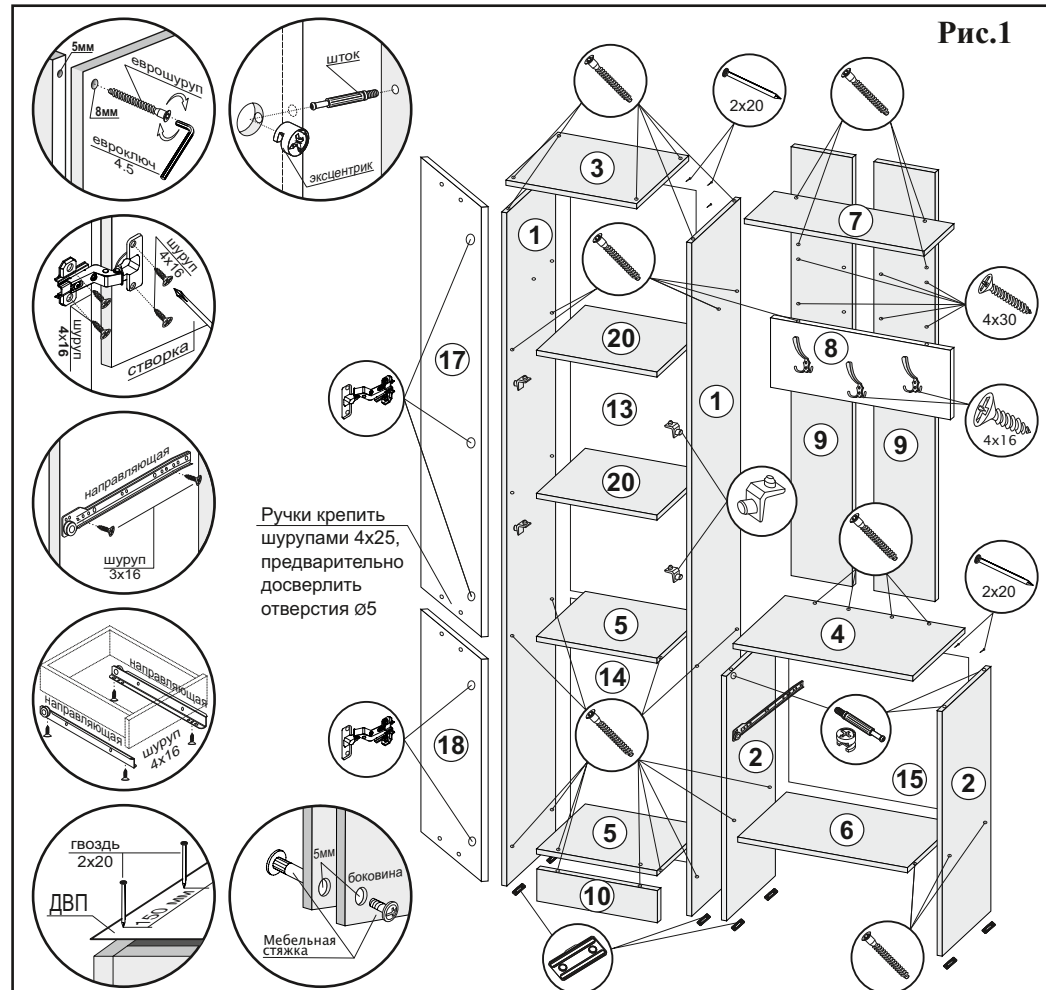

Рис.1
3. Собрать короб пенала. Соединить боковины (1), крышу (3), стяжки (5) и цоколь (10) еврошурупами. Перевернуть изделие лицевой частью вниз и замерить диагонали секции (они должны быть равны: +/- 2мм). Прибить гвоздями 2x20 ДВП (13,14) к задней стенке пенала.
4. Собрать короб тумбы. К боковинам (2) прибить гвоздями 2x20 подпятники и монтировать направляющие шурупами 3x16 по наметкам (рис.1). Соединить боковины (2) и стяжку (6) еврошурупами. К собранному изделию монтировать крышу (4) с помощью эксцентриков.
5. Собрать вешалку. Соединить планку (8) с задней стенкой (9) шурупами 4x30. Развернуть стяжку (7) сверловкой к боковине пенала и монтировать к задней стенке (9) еврошурупами.
6. Соединить заднюю стенку вешалки (9) с крышкой тумбы (4) с помощью еврошурупов (рис.1).
7. Досверлить отверстия ø8 в боковине (1) и монтировать к пеналу стяжку (7) еврошурупами.
8. Стянуть пенал с тумбой межсекционными стяжками, предварительно просверлив отверстия ø5 в боковинах (1,2) (желательно под крышкой (4) и стяжкой (6)) (рис.1).
9. Перевернуть изделие лицевой частью вниз и прибить гвоздями 2x20 ДВП (15) к задней стенке тумбы (рис.1).
11. Вставить полки (20), используя полкодержатели с фиксатором (рис.1).
12. Прикрутить ручки (96 мм) шурупами 4x25 к створкам (17,18), предварительно досверлив отверстия ø5 в зависимости от расположения створок (L/R) (рис.1, рис.1.1).
14. Прикрутить крючки к планке (8) шурупами 4x16 (рис.1).
15. **После сборки всего изделия необходимо его крепить к стене с помощью дюбель-винта** (желательно над стяжкой (7)).